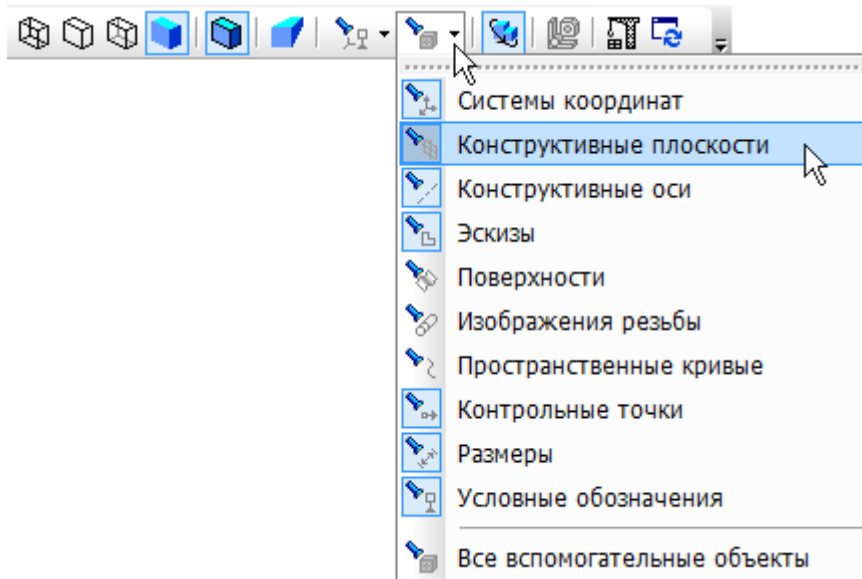

Рисунок 21.
- Сразу после построения плоскость пропадет с экрана. Для того, чтобы увидеть плоскость, откройте список кнопки Скрыть все объекты в компонентах и включите режим отображения конструктивных плоскостей (рис. 21).